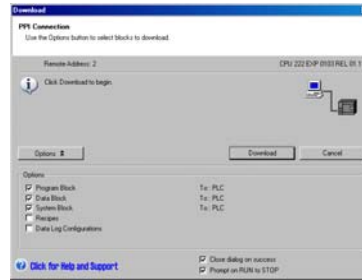

图2-11
1. 您可以点击工具条中的下载图标或者在命令菜单中选择**File > Download**来下载程序。参见图2-11。